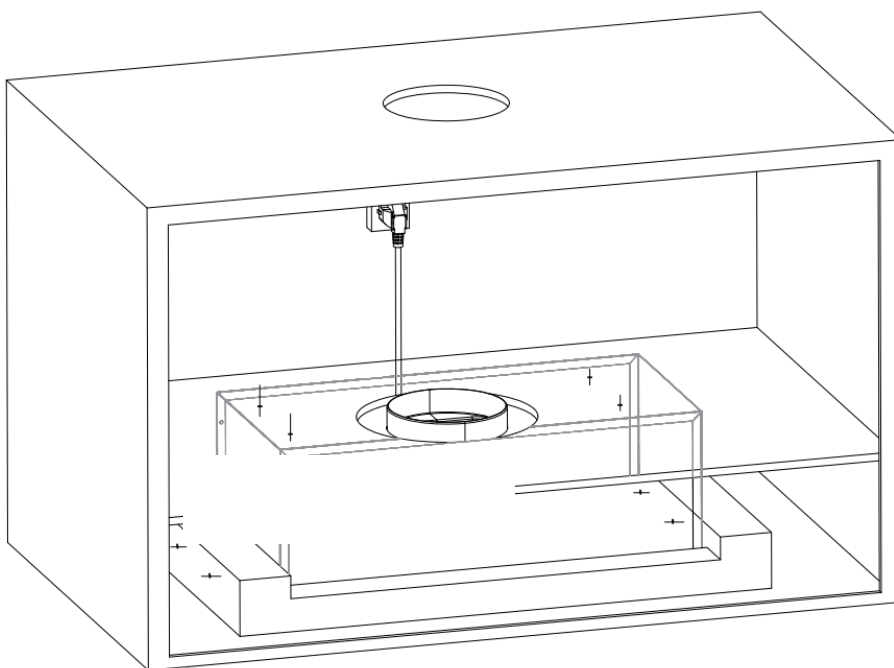

Рис.3 Вытяжка в
3. Откройте среднюю стеклянную крышку, выньте фильтры, с помощью винтов прикрепите вытяжку к шкафу с левой и правой стороны вытяжки шкафа и в верхней части вытяжки шкафа, как показано на рис. 3.